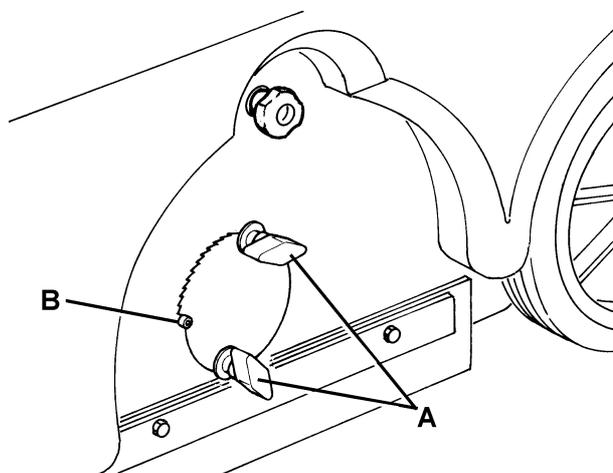
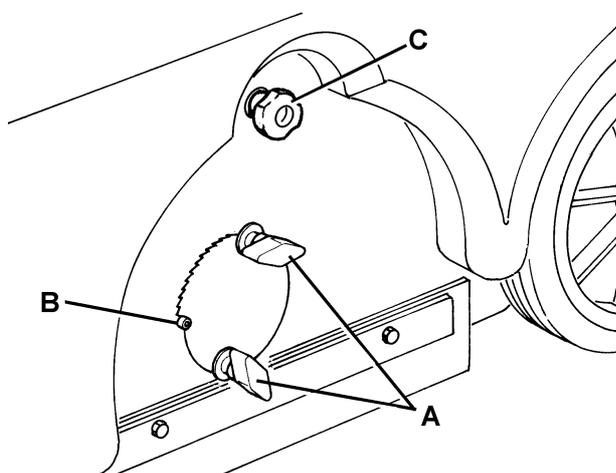

Abbildung 3
Abbildung 4
- Nur falls die Spur (A, Abb. 4) verschieden ist, soll die Höhe der Hauptkehrwalze eingestellt werden, wie es im folgenden Schritt 2 beschrieben ist.
2. Sicherstellen, dass die Maschine nicht selbstbewegen kann. Wenn verfügbar, die Pedalbremse (26) treten.
3. Den Zündschlüssel (61) auf „0“ drehen.
4. Die Knöpfe (A, Abb. 3) an beiden Maschinenseiten herauserschrauben.
5. Durch Betätigen der Knöpfe (A, Abb. 3) den Zeiger (B) zur Einstellung der Höhe der Hauptkehrwalze auf beiden Maschinenseiten versetzen, dann die Knöpfe (A) einschrauben.
Der Zeiger (B, Abb. 3) soll an die gleiche Stellung auf beiden Maschinenseiten versetzt werden. Es wird eine größte Stellungsunterschied von zwei Kerben vorgelassen, um die Spur (A, Abb. 2) von 2 bis 4 cm zu erreichen, wie im Schritt 1 bestimmt ist.
1. Die Maschine auf einen flachen Boden bringen und, wenn verfügbar, die Pedalbremse (26) treten.
2. Den Zündschlüssel (61) auf „0“ drehen.
3. Die Knöpfe (A, Abb. 4) an beiden Maschinenseiten herauserschrauben.
4. Die Zeiger (B, Abb. 4) zur Einstellung der Höhe der Hauptkehrwalze versetzen, um die Höchstbodenfreiheit zu erreichen. Die Knöpfe (A, Abb. 4) einschrauben.
5. Die Haube (7) öffnen.
6. Auf der linken Seite der Maschine den Knopf (C, Abb. 4) herauserschrauben.
13. Den Knopf (C, Abb. 4) einschrauben.